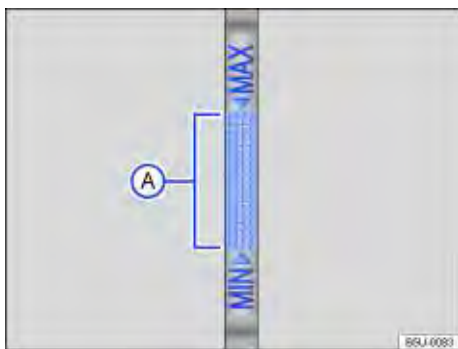

Fig. 124 Vareta de medição do óleo com marcas de nível do óleo do motor.
- Retirar novamente a vareta de medição do óleo e ler o nível no óleo do motor na vareta de medição ⇒ Fig. 124 da seguinte maneira:
- Verificar novamente o nível do óleo do motor na vareta de medição do óleo antes de reabastecer mais uma pequena quantidade de óleo do motor. Nunca reabastecer com óleo do motor em excesso ⇒ ①.
- No final do processo de abastecimento do óleo, o nível do óleo do motor deve estar, ao menos, no meio da área ⇒ Fig. 124 ④, mas jamais acima da área “MAX” ⇒ ①.
O nível do óleo do motor não deve em nenhuma hipótese ultrapassar a área “MAX” da região ④ ⇒ Fig. 124. Com o nível acima dessa área, o óleo pode ser aspirado pela ventilação do cárter, sendo lançado na atmosfera pelo sistema de escape. Além disso, o óleo pode ser queimado dentro do catalisador, danificando-o.
Em caso de alta demanda do motor, o nível do óleo do motor deve estar o mais próximo possível da área “MAX” ⇒ Fig. 124 – sem ultrapassar, como, por exemplo, em longas conduções em estrada durante o verão ou durante travessias de montanhas. ▶